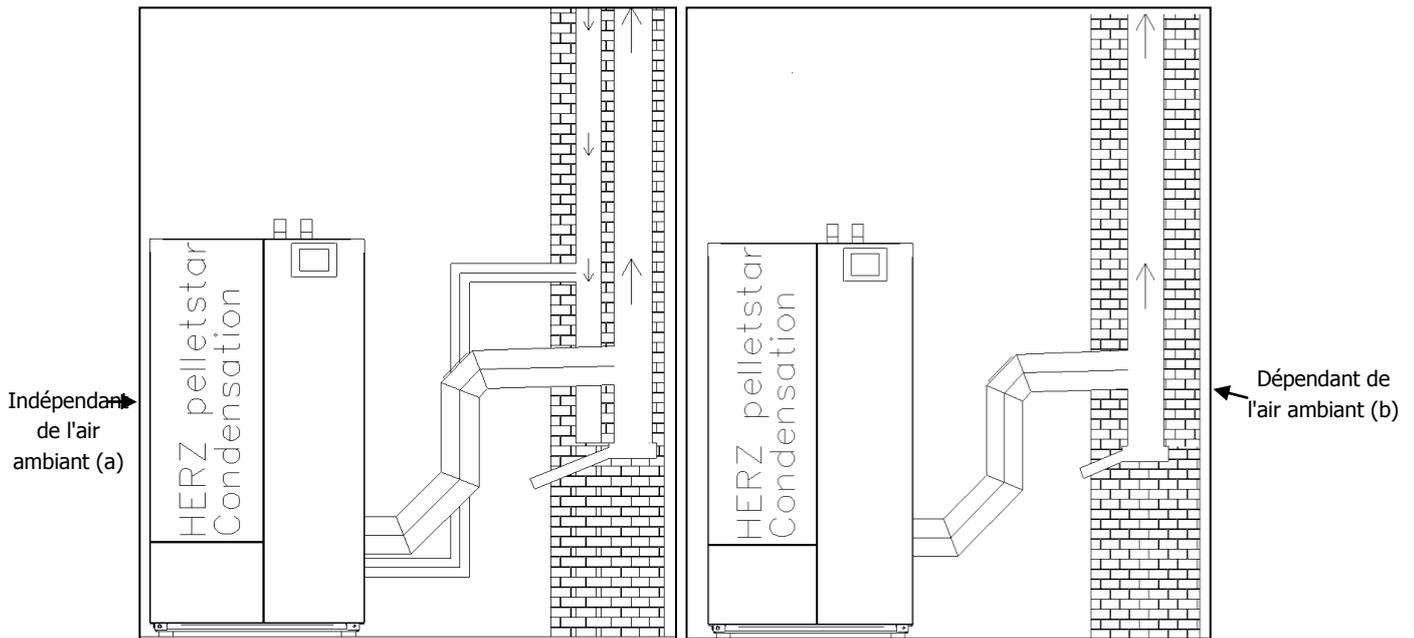

Figure 1
La chaudière *HERZ pelletstar CONDENSATION* a besoin d'air comburant. L'apport en air comburant peut être de type "dépendant de l'air ambiant" (b) et être réalisé grâce à des ouvertures classiques de ventilation haute et basse (figure 1). L'apport en air comburant "indépendant de l'air ambiant" (a) avec un système de tubes communiquant directement vers l'extérieur ou avec un raccord sur une cheminée équipée d'un puit d'aéragé (2) est également possible (figure 1).